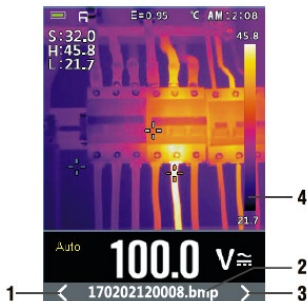

Fig139
• In het menu Record (opnemen) drukt u op ▲ of op ▼ om Delete all recordings (alle opnames wissen) (Fig. 139). Druk op ► om naar het dialoogvenster Delete (wissen) te gaan en selecteer Yes (ja) of No (nee).